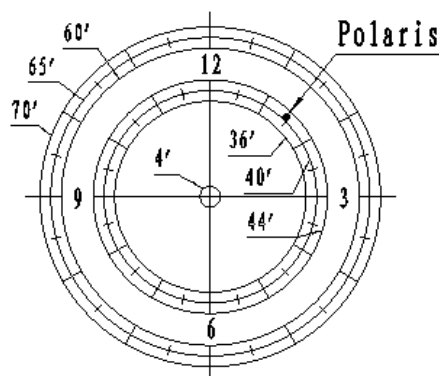

图10
6. 按方法 C.极轴的调整所述通过调整赤道仪的方位和纬度将北极星放在控制手柄屏幕中显示的相同位置即可（图 10）。